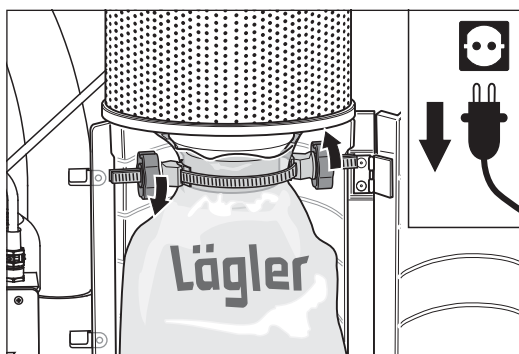

Abb. 53 Die beiden Muttern am MultiClip festdrehen.
- 9 Drehen Sie die beiden Muttern am MultiClip **im Uhrzeigersinn** fest (Abb. 53).